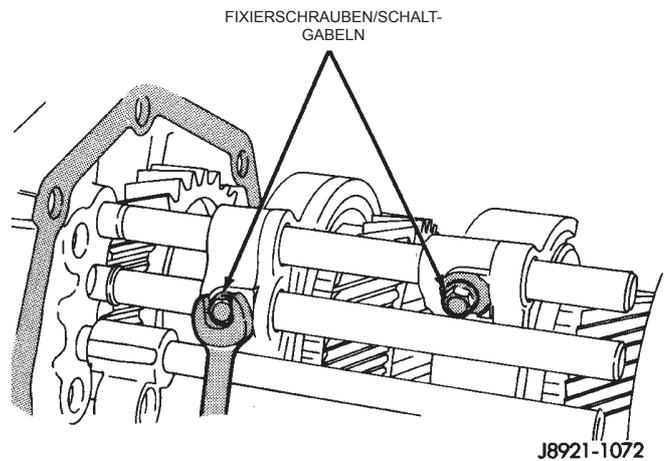

Abb. 90 Fixierschrauben einbauen
(19) Zur Befestigung der Schaltgabeln an den Schaltstangen neue Fixierschrauben verwenden (Abb. 90).